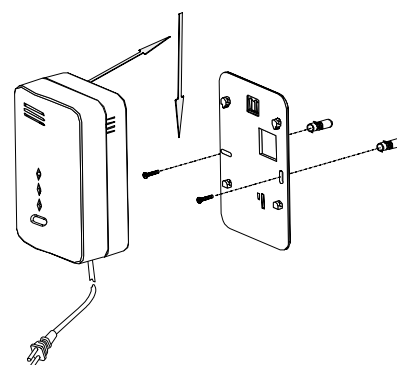

Fig. 2
3. Utilizando uma máquina de furar com broca de 5 mm, faça dois furos no local marcado e introduza os parafusos da parede (Fig. 2).
5. Alinhe a ranhura lateral do suporte com o detector. Empurre o detector em direção ao suporte e prenda-o (veja a direção da seta na Fig. 2). Empurre o detector para fora para assegurar que está preso de forma segura ao suporte.